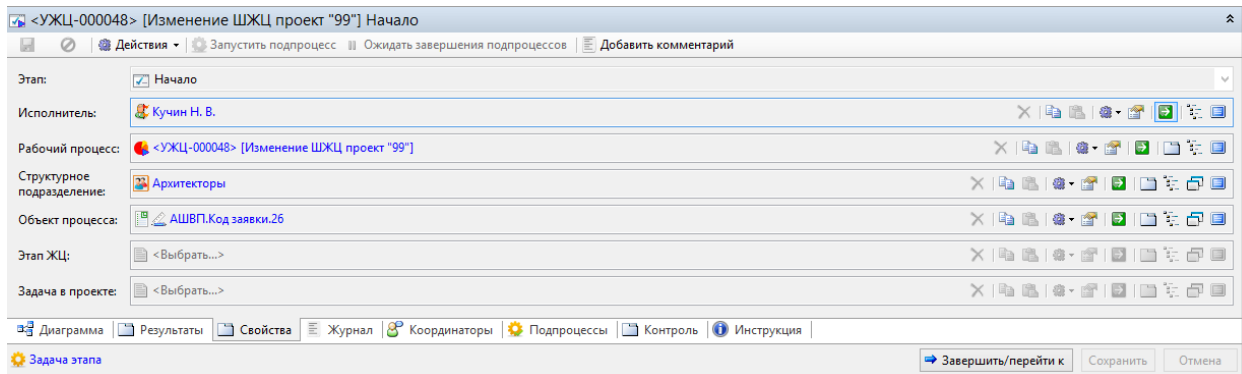

Рисунок 226 — Окно рабочего процесса «Согласование заявки на изменение ШЖЦ»
- в папке «Мои задачи» выбрать задачу «Начало» рабочего процесса «Согласование заявки на изменение ШЖЦ» (Рисунок 226). Детально переход от задачи в папке к форме задачи и работа с формой задачи описаны в п. 4.2.1.3;